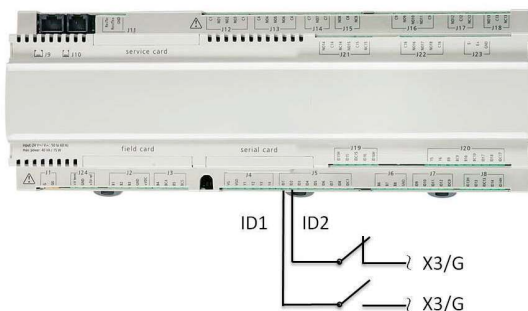

Abb. 7.26: Beschaltung von Eingang ID 2
- Eingang ID 2 geschlossen (Abb. 7.26)